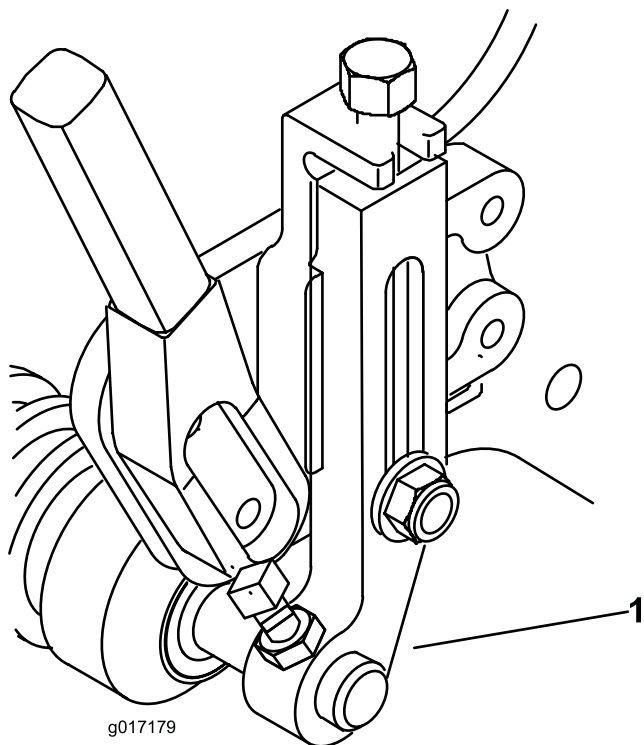

図 2
4. グリーズマスター1600 では、先ほど取り外した刈高調整ねじ、ジャムナット、固定ねじを使って、新しい刈高アームとローラアセンブリを取り付ける (図 2)。
グリーズマスター 800 と 1000 では、先ほど取り外した刈高アームを取り付ける。両モデルとも、刈高アームは 図 2 のように前位置に回して取り付ける。